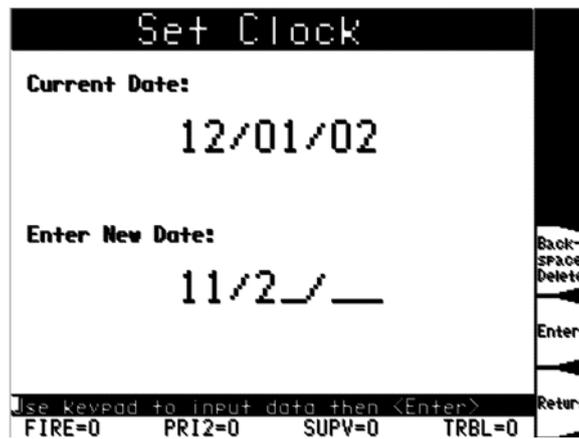

Figura 31 - A tela de configuração de data
4. A próxima tela exibe a hora em um formato semelhante ao da Figura 31. Use as teclas de inserção para digitar a hora, e pressione ENTER quando terminar. Para deixar a hora sem alteração, pressione ENTER sem digitar uma nova hora.